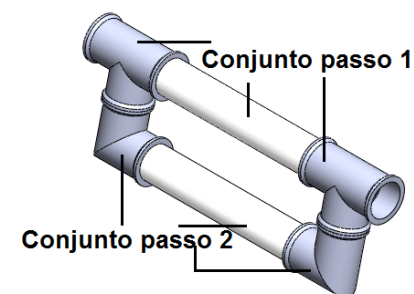

Figura 11. Montagem dos módulos – Módulo 2 – Passo 3
- Passo 3: Junte o conjunto montado no passo 1 com o conjunto montado no passo 2, como mostrado na figura 11 (1 unidade);